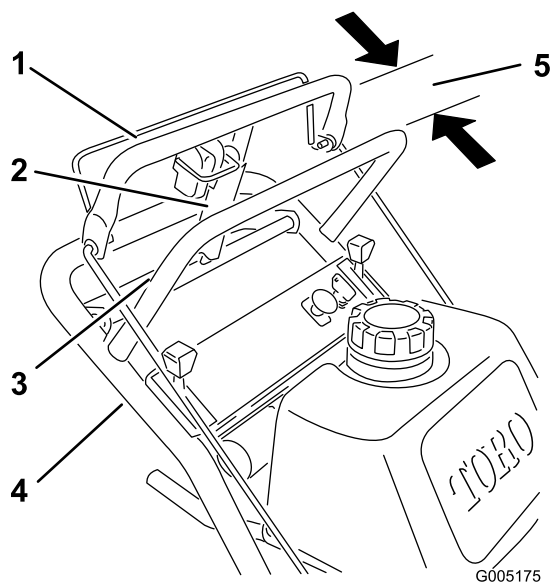

Figure 34
1. Vérifiez l'espace entre la barre de commande supérieure et la barre fixe quand la transmission aux roues est complètement embrayée. L'espace doit être d'environ 25 à 32 mm (Figure 34).